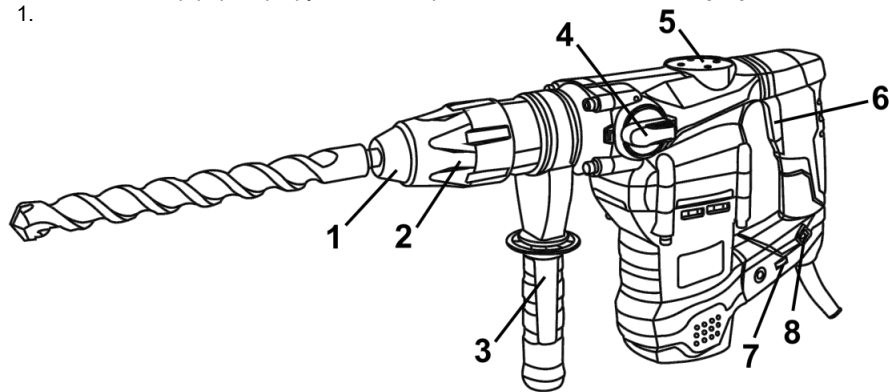

Рисунок 1
5.2 Для включения изделия нажмите на курок выключателя **(6)** (рисунок 1). Для отключения изделия следует курок отпустить.